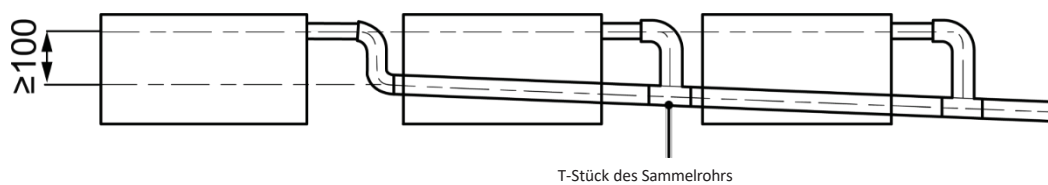

Abb. 4.11
- 4 Befolgen Sie beim Anschluss mehrerer Abflussrohre die Anweisungen in Abb. 4.11.